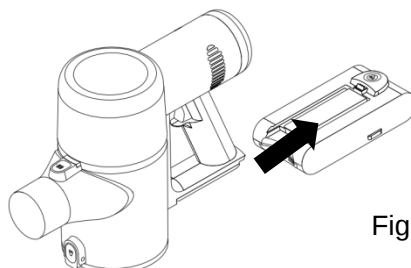

Figura 24
1. Acest produs are o baterie cu litiu. Atunci când bateria este deteriorată sau a expirat, vă rugăm să scoateți bateria și să o înlocuiți la locul de întreținere desemnat. Puteți scoate bateria prin: țineți unitatea principală cu o mână și apăsați butonul de eliberare a bateriei cu cealaltă mână pentru a o scoate din unitatea principală (Figura 24).